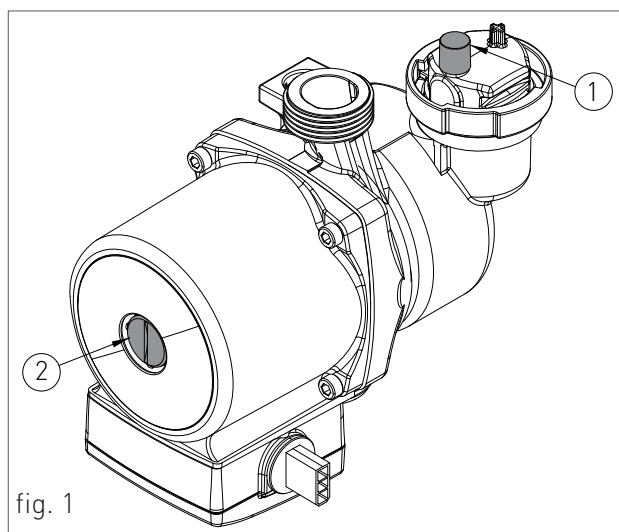

fig. 1
- › svitare il tappo da ½" situato nella parte inferiore del boiler (A- fig.1);
2. allentare leggermente il tappo della valvola jolly del circolatore (1-fig. 1) per permettere all'aria di fuoriuscire dall'impianto;
6. svitare il tappo del circolatore (2-fig.1) per eliminare eventuali bolle d'aria e richiuderlo alla fuoriuscita di acqua;